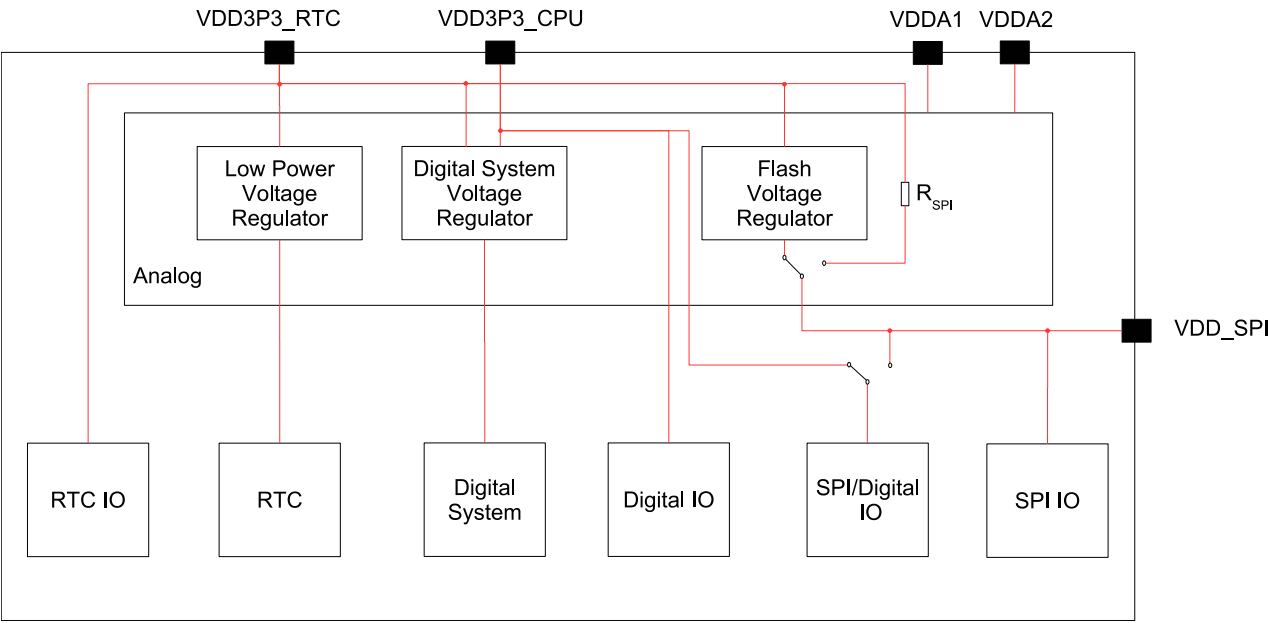

图 2-2. ESP32-S3 电源管理
- 5 RTC IO 管脚即由 VDD3P3\_RTC 供电的管脚，如图 2-2 ESP32-S3 电源管理 所示，也可参考表 2-1 管脚概述 > 供电管脚一栏。
电源管理如图 2-2 ESP32-S3 电源管理 所示。